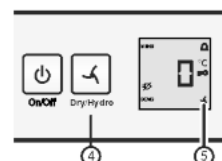

Fig. 3
- ▶ Ustawienie **hydro**: Wcisnąć przycisk dry/hydro Fig. 3 (4), aż pojawi się symbol . Zwolnić przycisk.
- ▷ Świeci symbol dry/hydro Fig. 3 (5).
- ▶ Ustawienie **dry**: Wcisnąć przycisk dry/hydro Fig. 3 (4), aż zgaśnie symbol. Zwolnić przycisk.